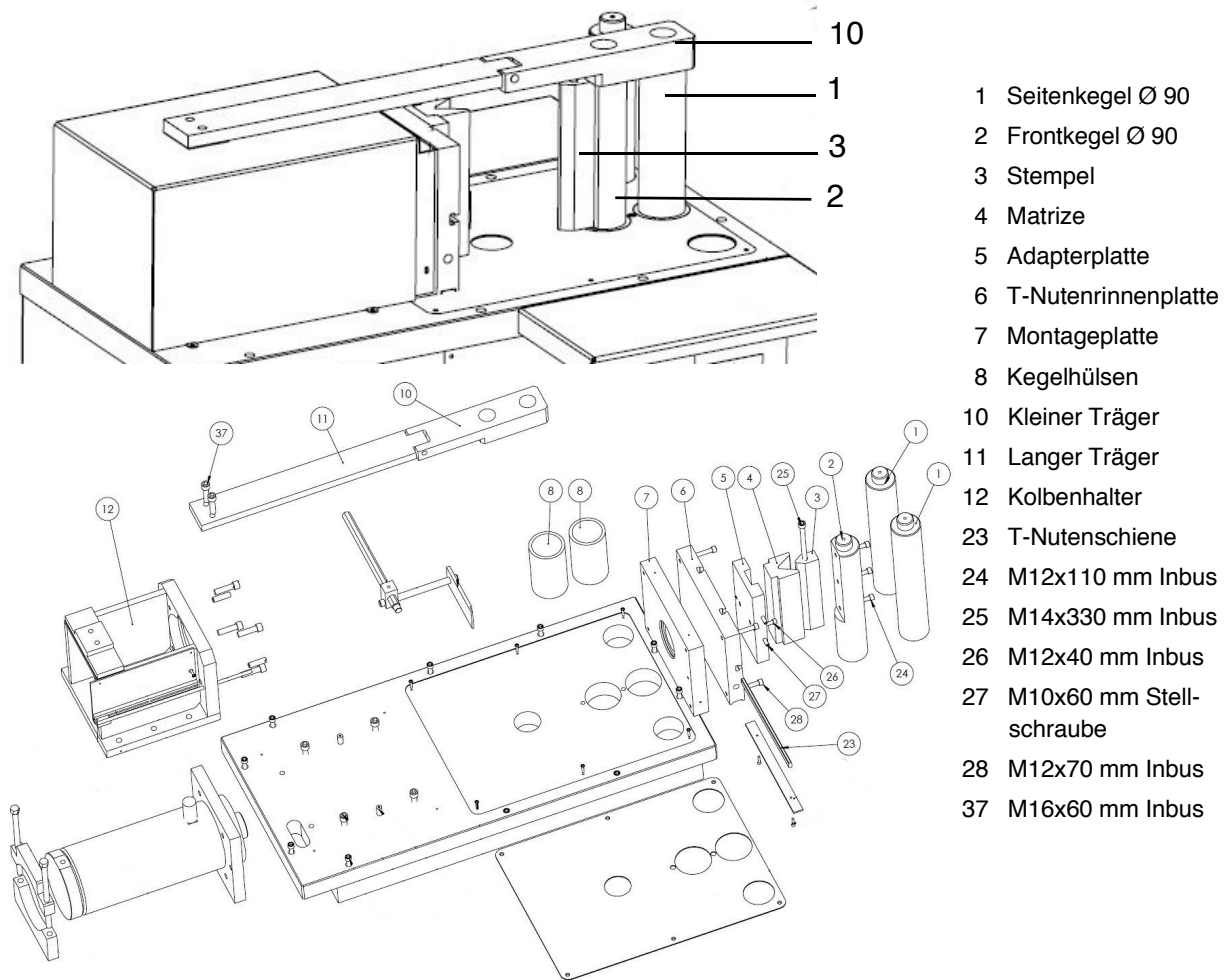

Abb. 33: Montage der Matrizen und Stempel bei der HBP-50
Schritt 1: Den Stempel (Pos. 3, Abb. 33) am Frontkegel mit den entsprechenden Schrauben M12x110 mm Inbus (Pos. 24, Abb. 33) und der Schraube M14x330 mm Inbus (Pos. 25, Abb. 33) fixieren. Den kleinen Träger (Pos. 10, Abb. 33) auf den Frontkegel (Pos. 2, Abb. 33) und den dahinterliegenden Seitenkegel befestigen (Siehe Abb. 33).
Schritt 2: Bevor Sie die Matrize anbringen können, müssen Sie zunächst die Adapterplatte (Pos. 5, Abb. 33) mit Hilfe der T-Nutenschiene ((Pos. 23, Abb. 33) und den M12x40 mm Inbus Schrauben (Pos. 26, Abb. 33) an die T-Nutenrinnenplatte (Pos. 6, Abb. 33) montieren. Nun können Sie die Matrize durch die M10x60 mm Stellschrauben (Pos. 27, Abb. 33) von beiden Seiten an die Adapterplatte klemmen und diese damit justieren. Befestigen Sie den langen Träger (Pos. 11, Abb. 33) an dem Kolbenhalter (Pos. 12, Abb. 33) mit den Schrauben M16x60 mm Inbus ((Pos. 37, Abb. 33)
Schritt 1: Demontieren Sie den kleinen Träger (Abb. 32). Bei dem Modell HBP-50 schrauben Sie neben dem kleinen Träger auch den langen Träger ab (Abb. 33).
- Schritt 5: Montieren Sie die Rohrbiegematrize an der T-Nutenrinnenplatte (Abb. 32, Pos.7 bzw. Abb. 33, Pos. 6) mit den dafür vorgesehenen Schrauben.